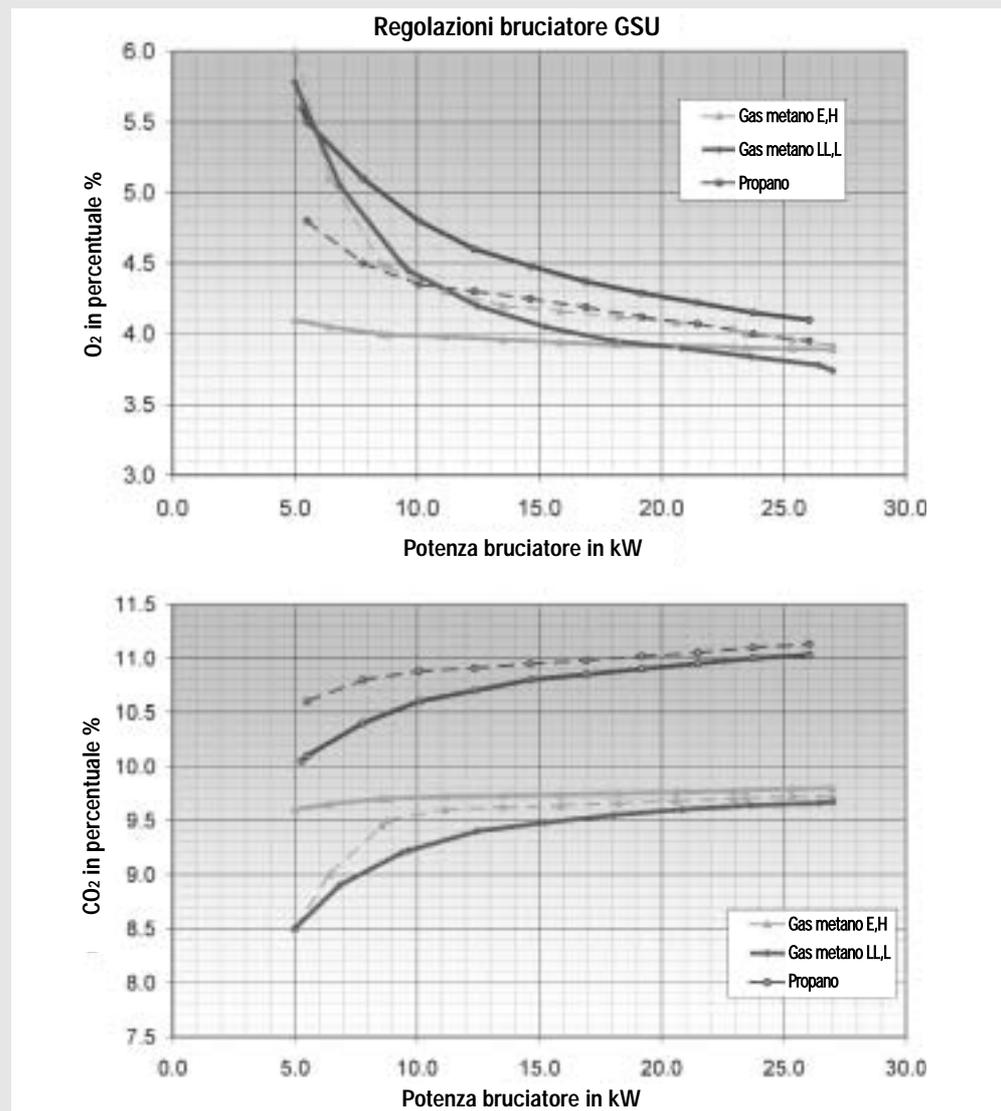

Fig. 4.1.3: valori richiesti per i fumi con vari tipi di gas
5. Quando i valori dei fumi non variano più - almeno 3 minuti dopo la partenza del bruciatore - regolare con la vite di regolazione gas il contenuto di O₂ su $\pm 0,1\%$ o CO₂ su $\pm 0,2\%$ secondo i valori indicati per la potenza piena nelle **tabelle 4.1.1** o **fig. 4.1.3**:
7. Quando i valori dei fumi non variano più - almeno 2 minuti dopo la modifica della potenza - regolare con la vite offset (chiave esagonale 2,0 mm) il contenuto di O₂ su $\pm 0,1\%$ o CO₂ su $\pm 0,2\%$ secondo i valori indicati per la potenza minima nelle **tabelle 4.1.1** o **fig. 4.1.3**:
Ogni volta che si effettuano modifiche di potenza (riservato all'installatore qualificato o centro assistenza) queste vanno segnate sull'etichetta identificativa. (potenza bruciatore secondo fig. 4.4.3) I valori di regolazione bruciatore devono essere rilevati dalla fig. 4.1.3. Se in una fascia di potenza il bruciatore sviluppa rumorosità (fischi) le
impostazioni vanno modificate seguendo le linee tratteggiate in **fig. 4.1.3**.